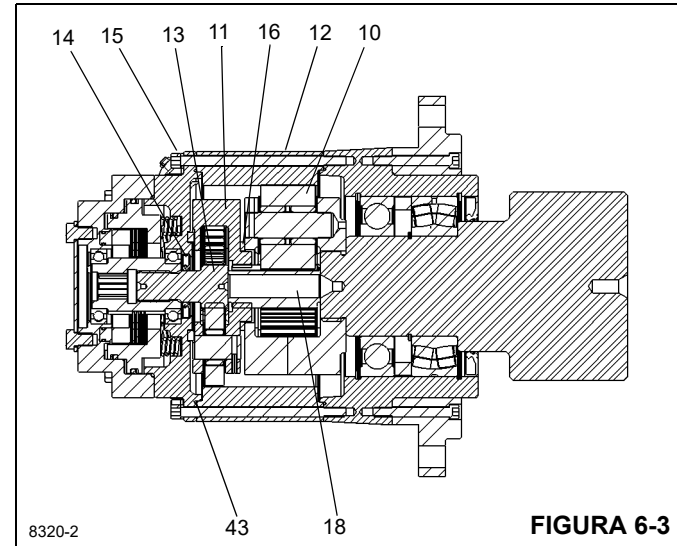

FIGURA 6-3
1. Use un punzón pequeño para hacer un juego de marcas en la brida del freno (27) y en el borde superior de la caja de engranajes (1) para ayudar durante el armado.
3. Saque los dos tapones de vaciado (21) y vacíe el aceite de la máquina. El aceite se vacía más fácilmente cuando está caliente.
5. Retire el conjunto del freno del mecanismo retirando los 20 pernos (15). Consulte la Figura 6-3.